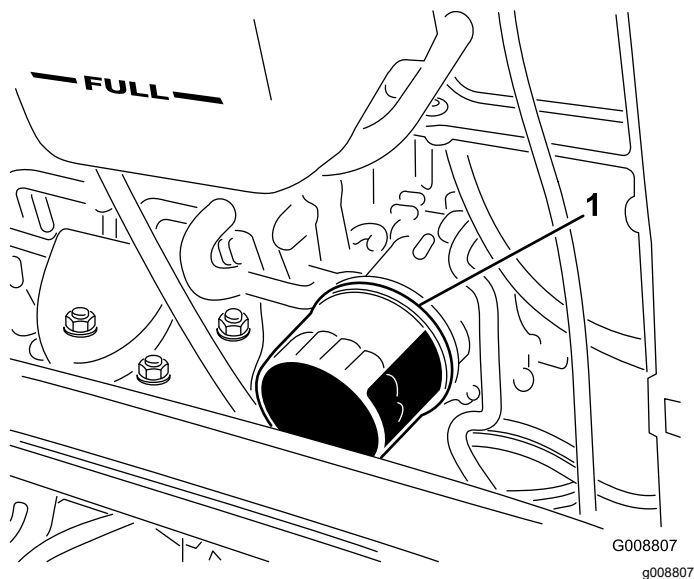

Figura 56
4. Togliete il filtro dell'olio (Figura 56).